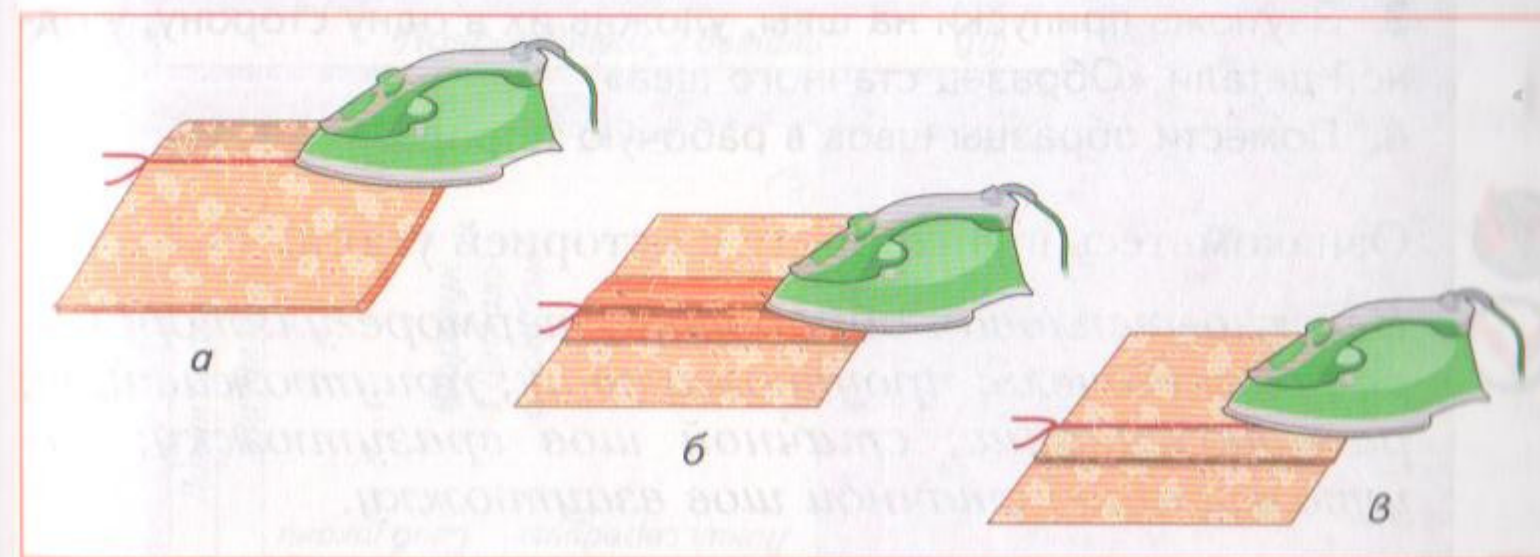

Рис. 108 Основные операции влажно-тепловой обработки: а — приутюживание; б — разутюживание; в — заутюживание
1. **Приутюживание.** Деталь или швейное изделие укладывают на утюжильную доску и прижимают горячим утюгом в области шва, сгиба или края детали, для того чтобы уменьшить их толщину (рис. 108, а).
2. **Разутюживание.** Припуски стачного шва раскладывают в противоположные стороны и закрепляют их в таком положении горячим утюгом (рис. 108, б). После этой влажно-тепловой обработки шов получает название *стачной шов вразутюжку*.
3. **Заутюживание.** Край детали подгибают и закрепляют его в таком положении горячим утюгом. Припуски стачного шва укладывают в одну сторону (рис. 108, в), в результате шов называется *стачной шов взаутюжку*.